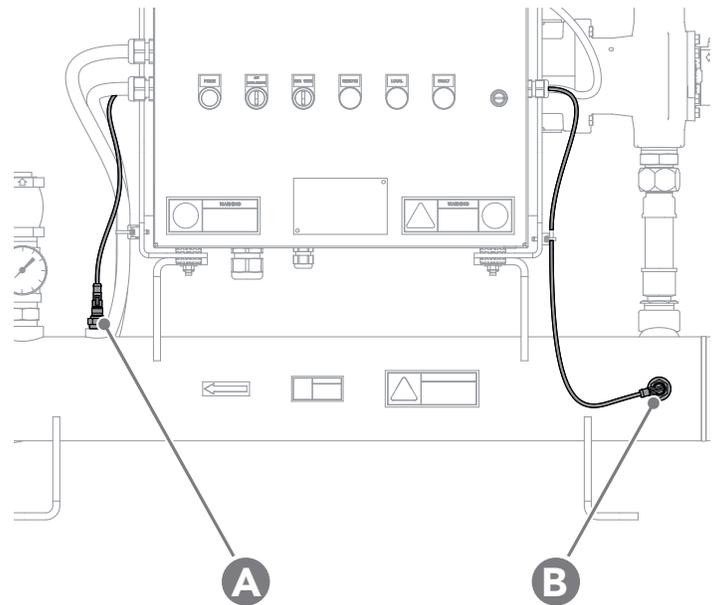
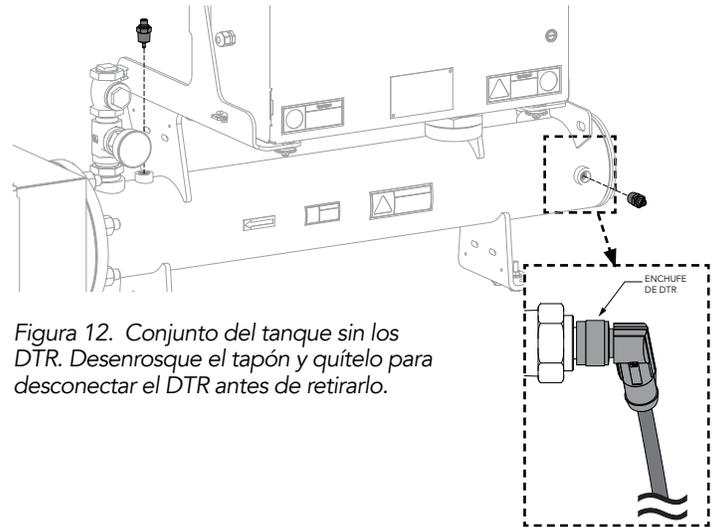

Figura 11. DTR de temperatura máxima (A) y DTR de control (B) del OMM/OLM.
Figura 12. Conjunto del tanque sin los DTR. Desenrosque el tapón y quítelo para desconectar el DTR antes de retirarlo.
- Si **no hay continuidad** entre los terminales **T2** y **T3** del RCT, localice el DTR conectado del tanque de calefacción. Desenrosque el tapón del DTR. Consulte la Figura 11 y la Figura 12 en la página siguiente.
2. Cierre las válvulas de aislamiento. Quite todo el fluido del tanque de calefacción de aceite. Localice el DTR que sea necesario cambiar. Consulte la Figura 11.
3. Desenrosque el tapón del DTR. Quite el tapón. Consulte la Figura 12.
4. Desatornille el DTR del tanque. Consulte la Figura 12.